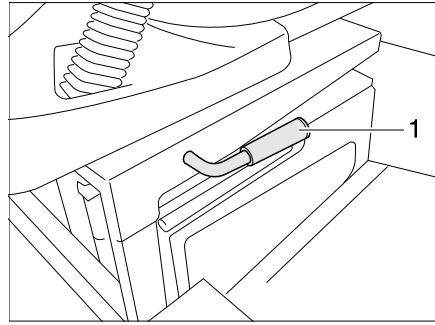

Bild 13 Sitzhöhenverstellung
- Hebel (Bild 13,1) nach oben ziehen.